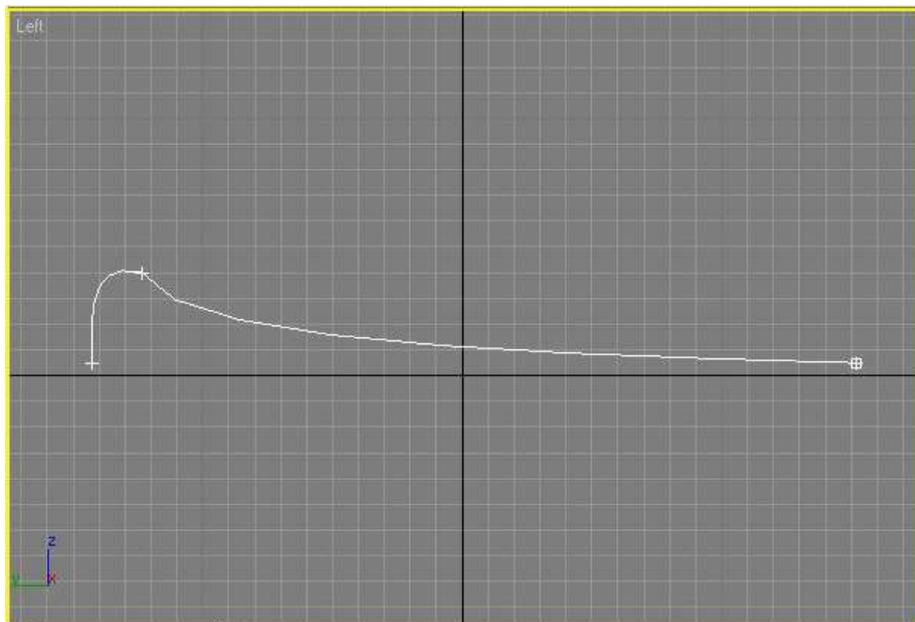

Рис. 12 – Заготовка второго элемента консервного ножа
1. Для создания второго элемента перейдите в окно проекции **Left (Слева)** и создайте еще один объект **Line (Линия)** формы, показанной на рис. 12.